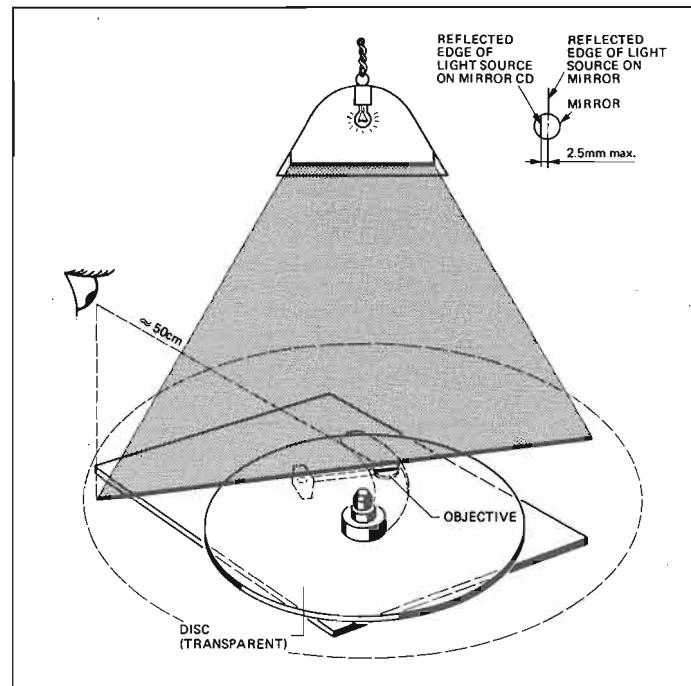
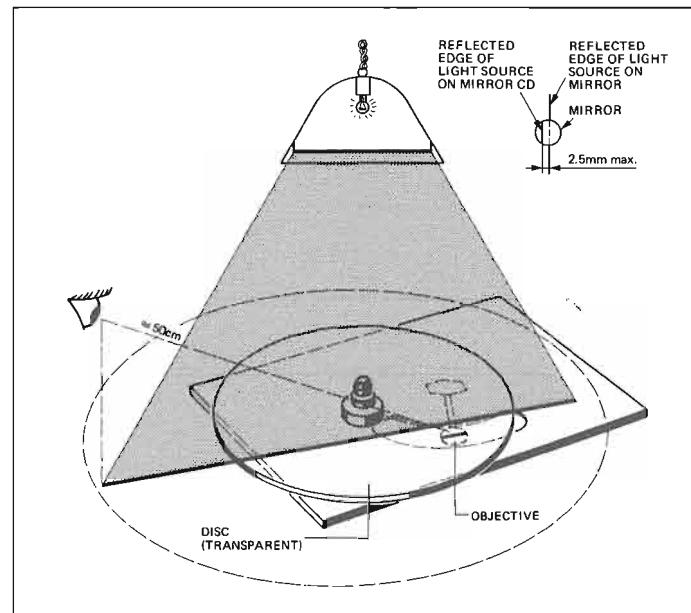

Fig. 4.11
Fig. 4.12
→ Fig. 4.11 / Fig. 4.12
- Beim Betrachten der beiden Schattenlinien auf der Glas-CD und auf dem Spiegel (Fig. 4.11) darf deren seitlicher Versatz nicht mehr als 2,5 mm betragen.
- Laufwerk so aufstellen, dass die Schattenlinie senkrecht zum Abtastarm, aber durchs Zentrum des Spiegels auf der Laser-Optik verläuft. (Fig. 4.12)